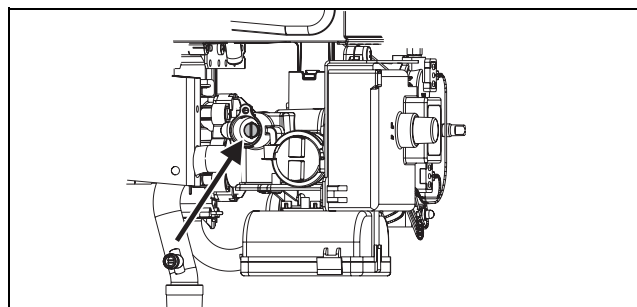

Fig. 15 Vite per regolazione della pressione massima
- ▶ Togliere il sigillo della vite (Fig. 15).
- ▶ Regolare la pressione mediante la vite (Fig. 15) attenendosi ai dati di pressione esposti nella tabella 5.